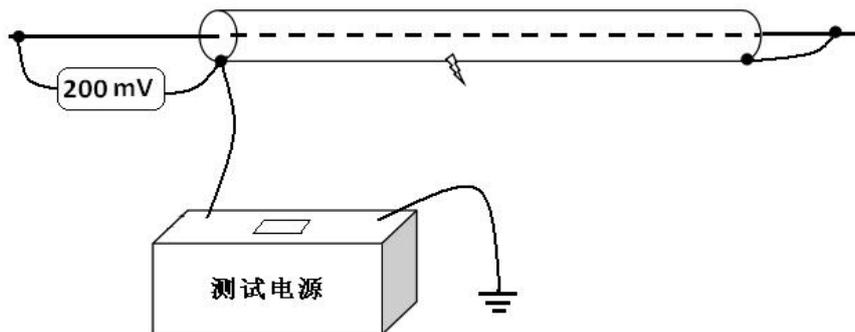

图3
- 1) 缆外护套的电阻为  $R_0/\text{km}$ ，打开电缆外护套的接地点，接线如图3所示；
- 1) 按照图 3 接线；